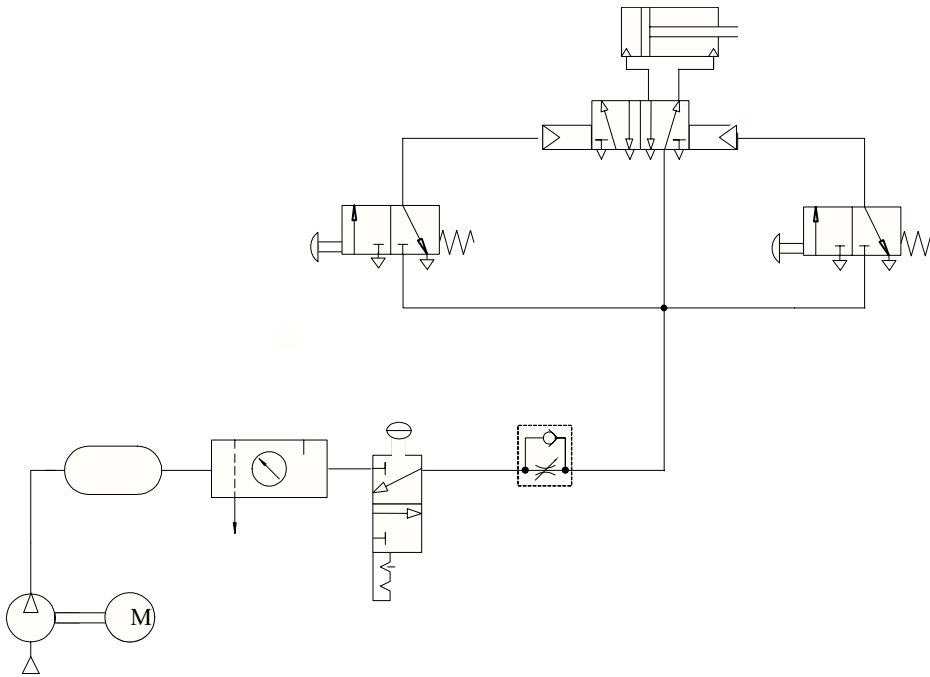

Figura. 4.8. Actuador lineal de doble efecto con válvula 5/2 actuada mediante piloto.
2. Construir el circuito de la figura 4.8.